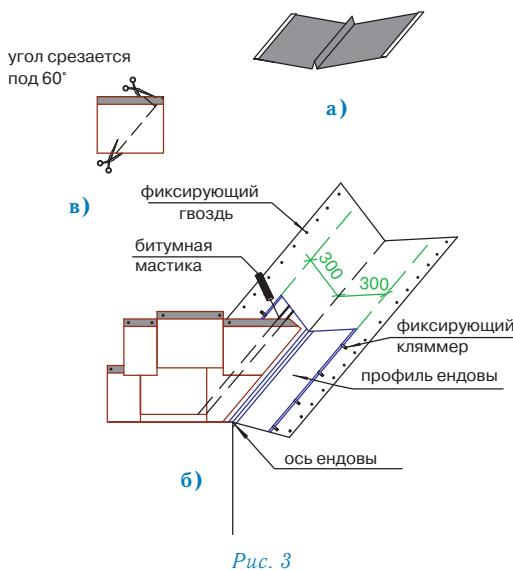

Рис. 3
Ендова (рис. 3)
- ровно по центру ендovy устанавливается профиль ендovy (меди 0,6 мм, развертка 67 см) (рис. 3а);
Внимание: 1. Необходимо также подрезать верхний уголок обрезанного края листа (см. рис. 3в) для правильного стока воды.